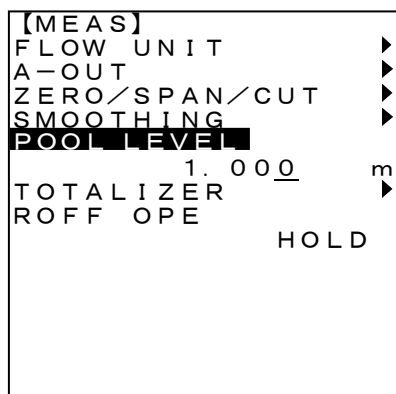

図 4-7-5
3. <0>~<9>、<. /STRT>、<- /STOP>キーで数値を入力します。(図4-7-5)